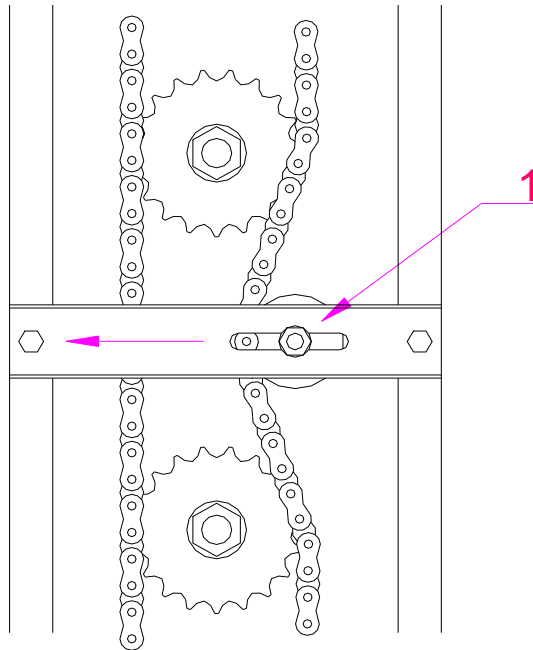

Abbildung 9
- Lockern sie nur leicht die Schraube (1) Abb.9 und verschieben Sie den Spanner nach Links. Wenn die Kette nun gestrafft ist, fixieren Sie den Spanner, indem Sie die Schraube anziehen (1).